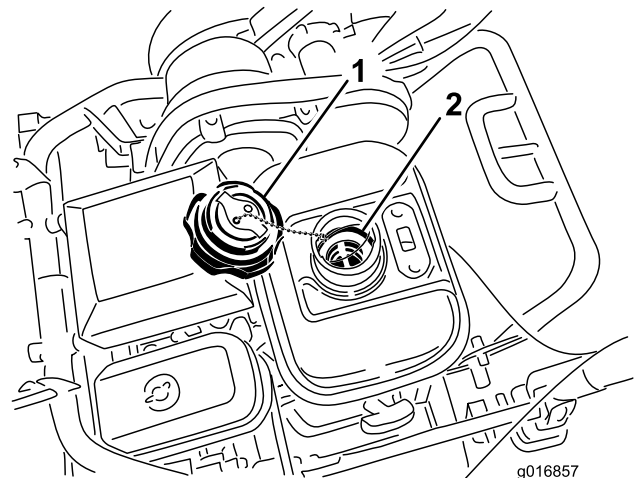

Bild 38
3. Schrauben Sie den Tankdeckel ab und entfernen ihn vom Kraftstofftank (Bild 38).